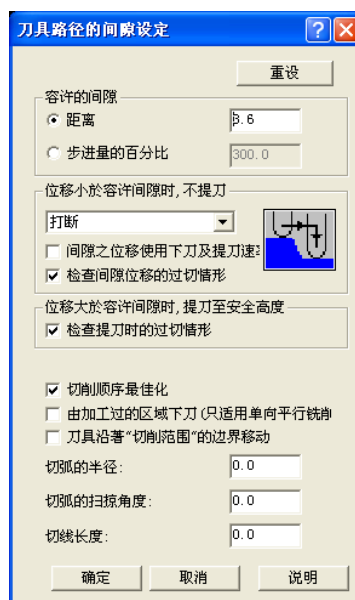

图 1-63 刀具路径的间隙设定
6) 在“平行铣削精加工参数”选项卡中单击“间隙设定”，弹出“刀具路径的间隙设定”对话框。在对话框中“容许的间隙”点选“距离”，勾选“切削顺序最佳化”，其余默认，如图 1-63 所示。